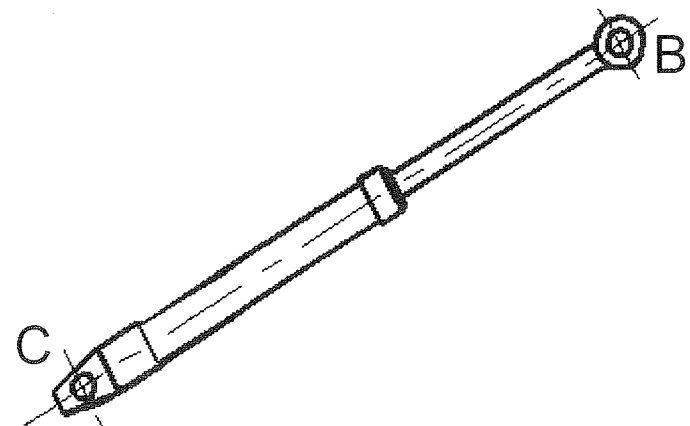

Fig. 2
2. On isole le vérin 2+3 (voir Fig. 2 page 4/6)